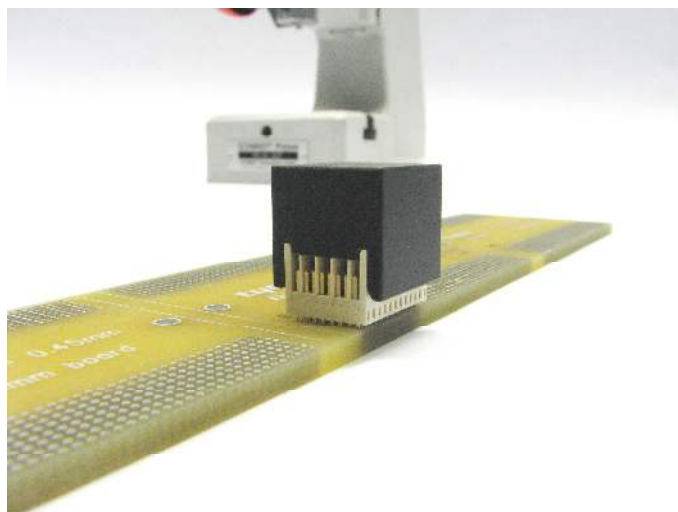

Abbildung 6
2. Danach wird der Eindrück-Block auf die Messerleiste gesetzt. Die flache Seite zeigt dabei noch oben (siehe Abbildung 6).